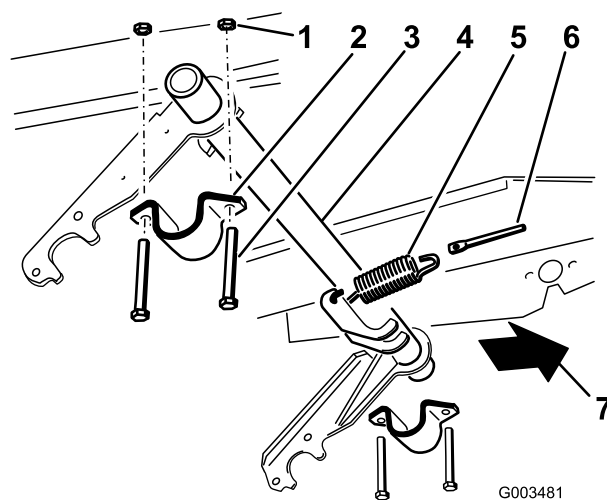

Figura 5
1. Conecte el muelle de extensión a una de las palancas del tubo de giro y a la varilla del muelle (Figura 5).
2. Instale provisionalmente el soporte del tubo de giro en el lado derecho (Figura 5).
3. Introduzca el extremo derecho del tubo de giro en el soporte del tubo de giro del lado derecho (Figura 5).
5. Levante el extremo izquierdo del tubo de giro hasta el bastidor e instálelo con un soporte de tubo de giro, 2 pernos (3/8 x 3 pulgadas) y 2 contratuercas (3/8 pulgada) (Figura 5).